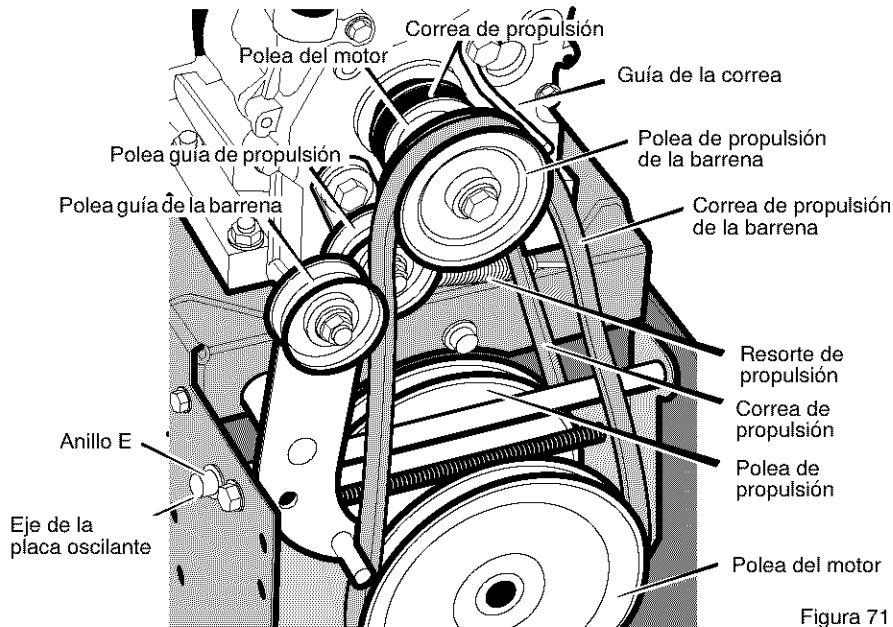

Figura 71
3. Afloje la tuerca de la polea guía de la barrena y mueva esta última hacia la correa un octavo de pulgada aproximadamente (3 mm) (Figura 71).
5. Afloje la guía de la correa. Separe la guía de la polea de propulsión de la barrena (Figura 71).
3. Quite el **anillo e** de uno de los extremos del **eje de la placa oscilante**. Quite este **eje** para que la placa oscilante gire hacia adelante (Figura 71).